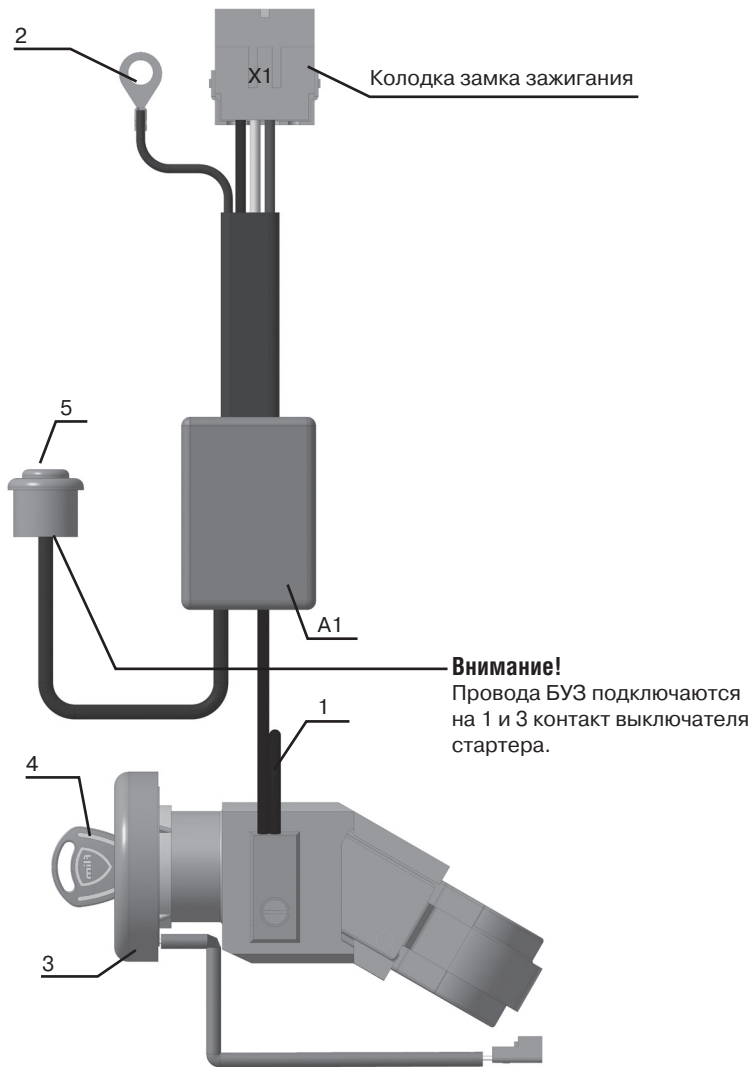

**Рис. 6**
Включение и выключение силовой электрической цепи зажигания и стартера осуществляется двумя реле в блоке управления зажиганием (рис. 6, рис.7 поз. А1), и управляется посредством вращения ключа замка (рис. 6, рис7 поз. 4) и кнопки выключателя стартера (Рис.6, рис. 7 поз. 5).
**6.1.** Перед подключением разъёма Х1 блока управления зажиганием, необходимо подключить массу блока колодка 2 (рис. 6,7).
**6.2.** Схему соединений и обозначение электрических компонентов смотрите на рисунке 6,7. Колодку Х1 (рис. 6,7) от блока управления зажиганием А1, подключите к ответному разъему жгута автомобиля.